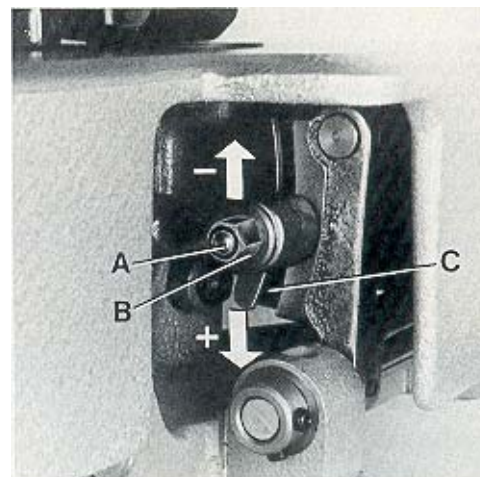

Fig. 27
The length of the stitch can be adjusted by raising or lowering stud (A, Fig. 27) in the segment slot of feed rocker (C) located at the rear of machine below the cloth plate. Lowering stud (A) will lengthen the stitch, raising the stud will shorten the stitch. After loosening nut (B), stud (A) can be moved accordingly. When the desired stitch length is obtained, retighten nut (B).
Die Stichelänge kann durch Höher- oder Tieferstellen des Bolzens (A, Fig. 27) in der Nut des Transportantriebsrahmens (C) hinten an der Maschine unter der Stoffplatte verändert werden. Tieferstellen des Bolzens (A) verlängert den Stich, Höherstellen verkürzt ihn. Nach Lösen der Mutter (B) läßt sich der Bolzen (A) entsprechend verschieben. Wenn die gewünschte Stichelänge eingestellt ist, ziehen Sie die Mutter (B) wieder an.